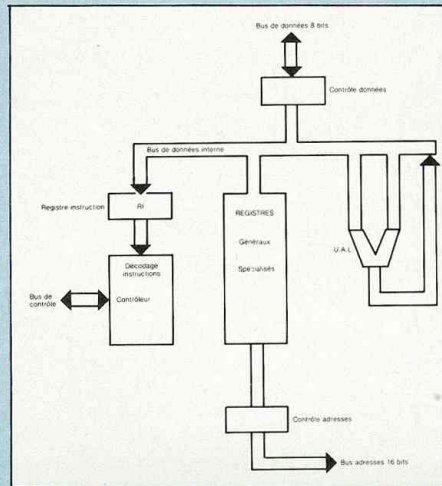
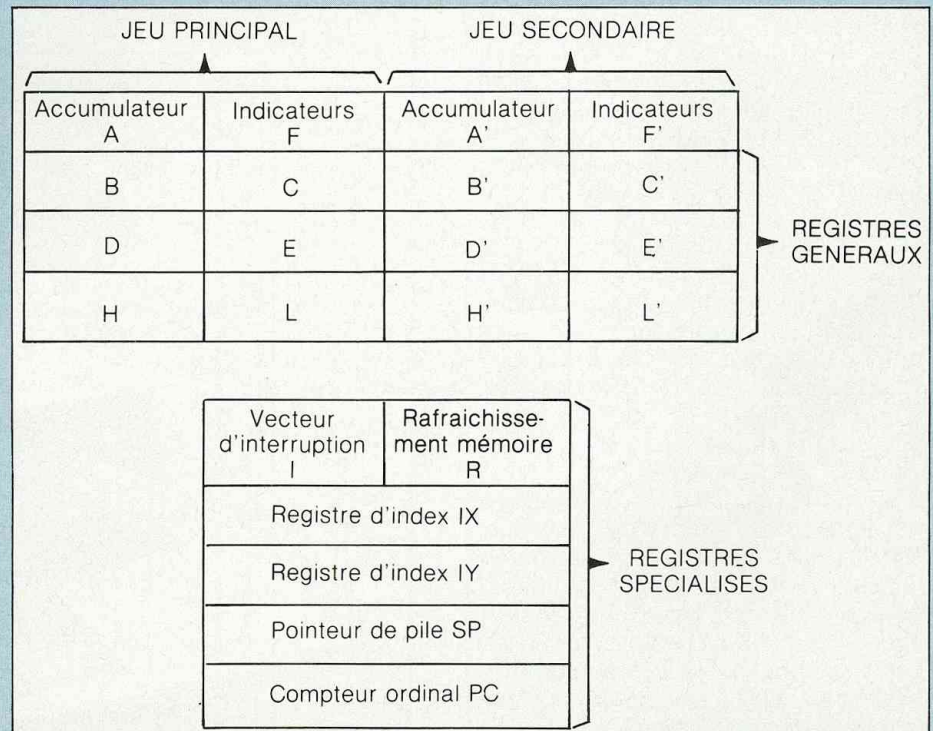

Fig. 1 : Schéma interne d'un Z80.
Fig. 2 : Registres d'un Z80.
Un schéma interne de ce microprocesseur est donné à la figure 1. L'U.A.L. (unité arithmétique et logique) exécute les fonctions élémentaires demandées à un microprocesseur, en particulier les fonctions logiques (et, ou, ou exclusif, non) et les fonctions arithmétiques (addition, soustraction, comparaison, incrémentation, décalage, test d'un bit...). Toutes les données qui sont traitées par le microprocesseur transiteront par l'U.A.L. Les registres sont de petites mémoires internes au microprocesseur. En général, ils peuvent être divisés en deux groupes : les registres généraux et les registres spécialisés, figure 2. Les registres généraux mémorisent temporairement les données qui sont traitées par le microprocesseur, leur nombre varie suivant le microprocesseur utilisé, dans le cas du Z80, le programmeur dispose de deux jeux de huit registres 16 bits. Ces registres sont d'une grande importance : en langage assembleur, ils permettent de réaliser des programmes très rapides (en utilisant au maximum ces registres, on économise les temps de transfert avec une mémoire vive extérieure). Les registres spécialisés permettent, à partir du microprocesseur, de gérer une partie de la mémoire. Le compteur ordinal (PC) contient